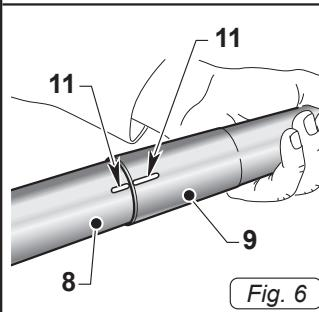

Fig. 6
- Aggiungere le due prolungherie rigide (8 e 9 Fig. 6) facendo coincidere i due riferimenti (11 Fig. 6)